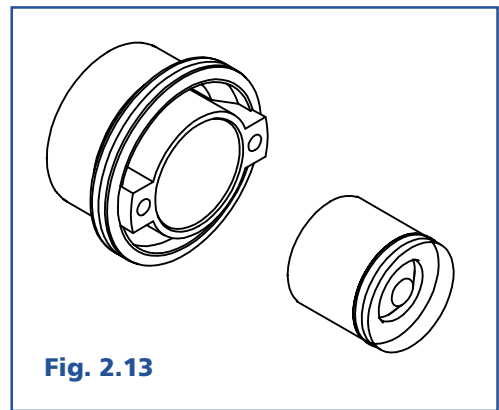

Fig. 2.13
1) By-pass automatico circuito riscaldamento (Fig. 2.13): è composto dalla valvola by-pass (simile alla valvola di ritegno utilizzata all'ingresso del circuito primario dello scambiatore secondario) e dal suo alloggiamento. La molla è tarata a 530 g. In caso di utilizzo della pompa ad alta prevalenza dovrà essere sostituita con un'altra con un carico maggiore. Durante il funzionamento in condizioni normali, cioè con impianto a basse perdite di carico e comunque con una circolazione d'acqua maggiore di 450 l/h, il by-pass automatico non subirà nessuna spinta sulla molla otturatore, facendo fluire il fluido primario verso l'impianto di riscaldamento. Se invece l'impianto presenta perdite di carico notevoli e non è possibile assicurare la minima